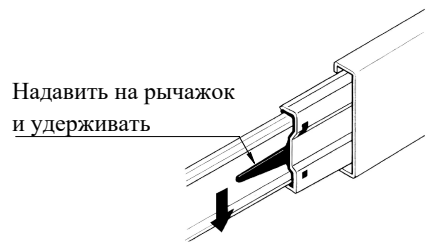
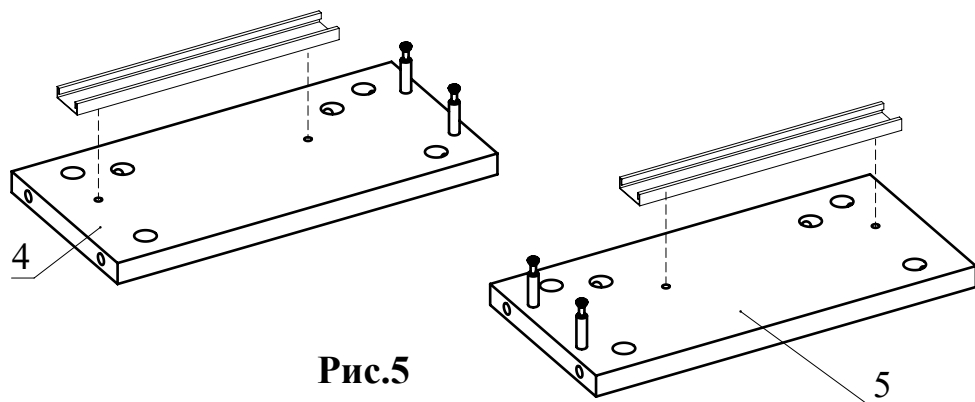

Рис.4
Рис.5
4. Отсоедините от основания телескопических направляющих внутренние планки, отогнув пластиковый рычажок фиксатора (Рис. 4). Основания телескопических направляющих закрепите на деталях 4, 5 винтами М5х8 (Рис. 5). !!! Приложите телескопическую часть отверстиями к отверстиям на боковине так, чтобы они были отцентрованы относительно друг друга. Вкрутите винты М5х8 с помощью **шуруповерта**, приложив немного усилий. **Внимание:** винт М5х8 должен заходить с натягом для максимально плотной фиксации телескопических направляющих.